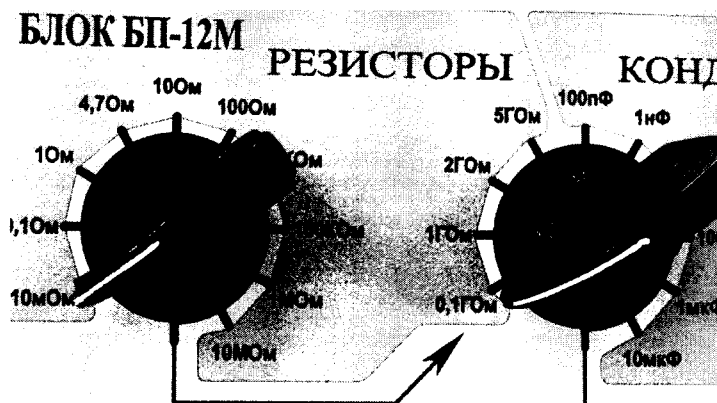

Рисунок 4 - Пример выставления значения электрического сопротивления 10 мОм
- Используя переключатели на блоке выставить значение измеряемого номинала электрического сопротивления «10мОм» (рисунок 4),